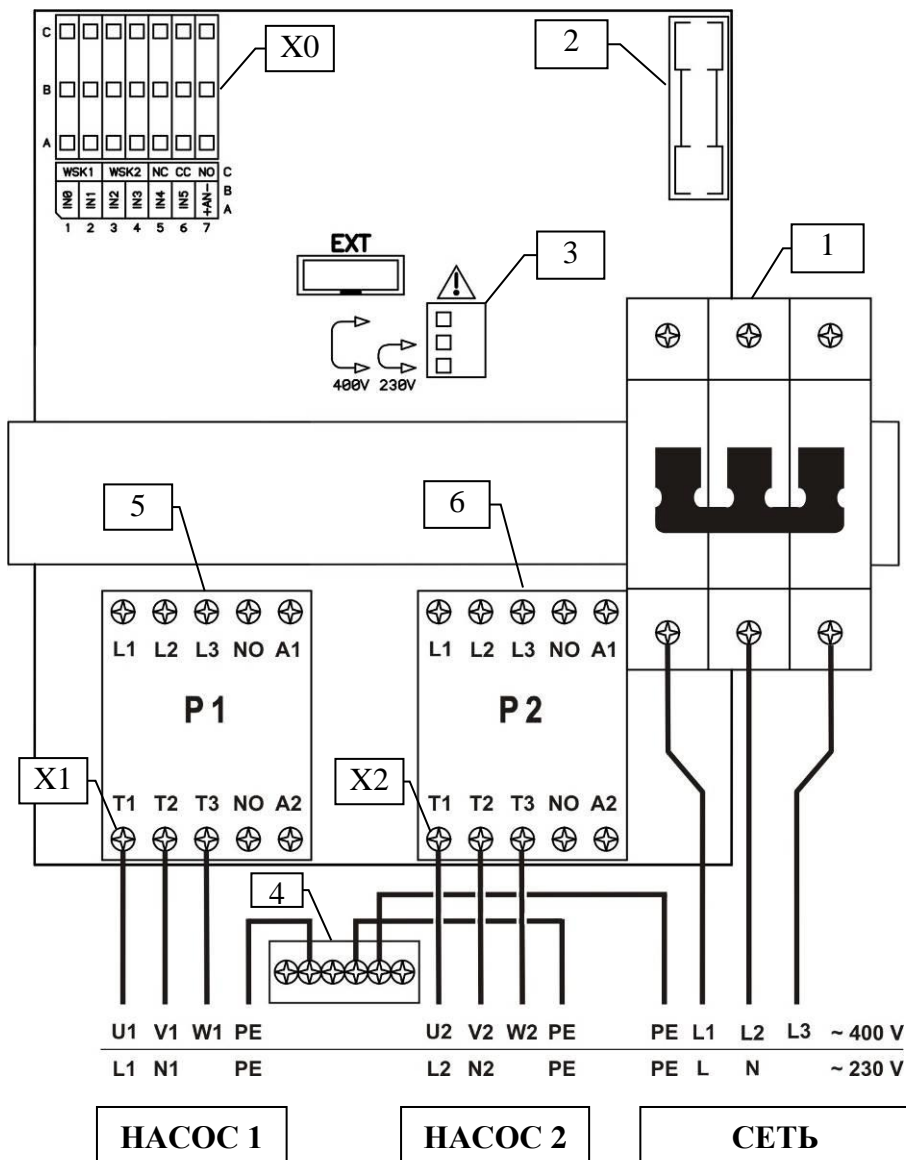

Рис. 1 Внутренний вид прибора и подсоединение сетевых контактов
5.1 Внутренний вид прибора (рис. 1)